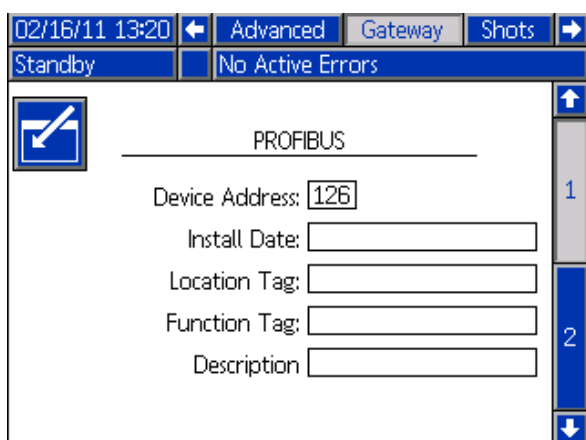

FIG. 4 : Exemple d'écran de bus de terrain
2. Appuyez sur la flèche gauche une fois pour naviguer vers l'écran principal de la passerelle. Voir FIG. 4.